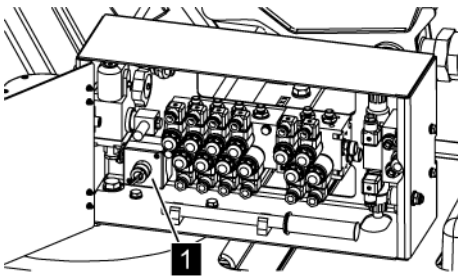

Abb. 190: Schlüsselschalter
- 11.** Nach dem Servicebetrieb den Schlüsselschalter (Abb. 190/1) auf Position "0" stellen.